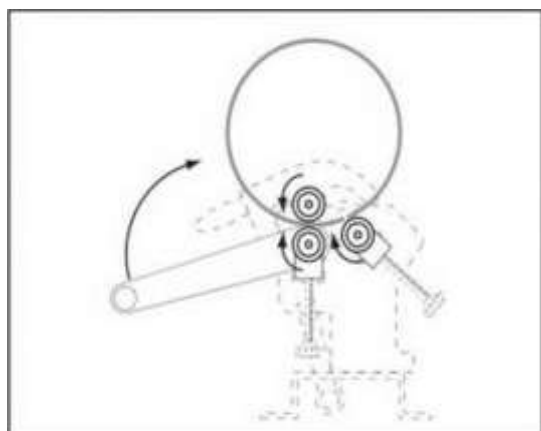

Рис. 23 Завершение цилиндра
6. Продолжайте обрабатывать заготовку до формирования цилиндра, как показано на Рис. 23.